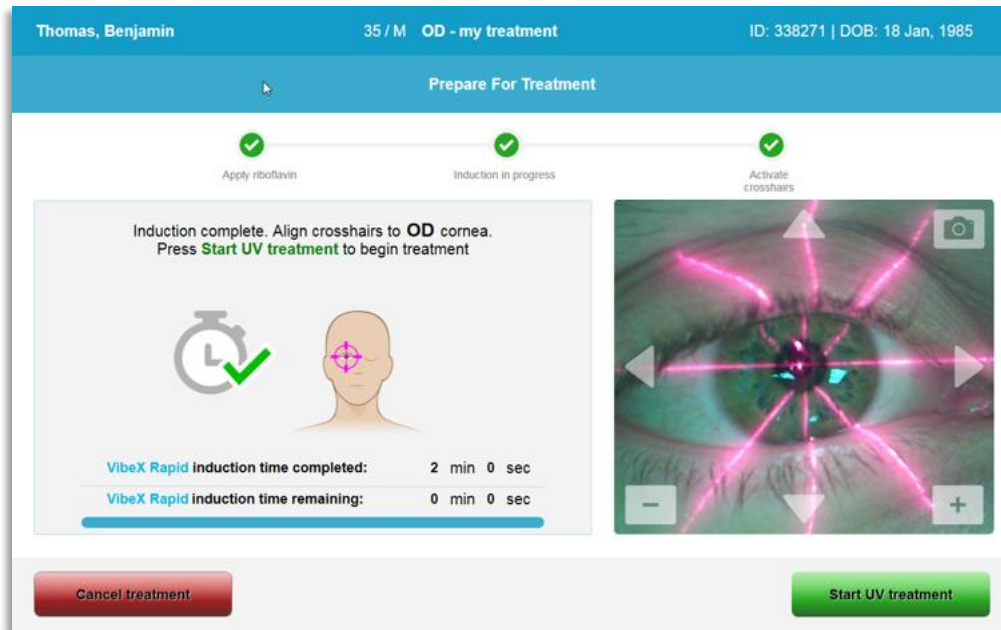

Figura 3-25. Inițiere tratament UV
- După încheierea proceselor de aplicare a riboflavinei, inducție și aliniament al reticulelor în cruce, inițiați tratamentul apăsând butonul „Inițiere tratament UV” (Start UV treatment), așa cum se arată în Figura 3-25.